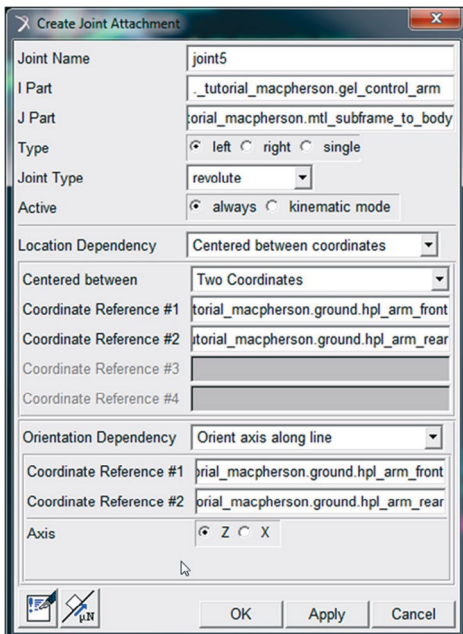

Figura 4.77 – Criação da junta 5.
- Na janela *Create Joint Attachment*, preencha os campos, conforme mostrado na Figura 4.77. Note que essa junta é do tipo revolvente e é construída entre o *General Part* “gel_control_arm” e o *Mount* “mtl_subframe_to_body”.